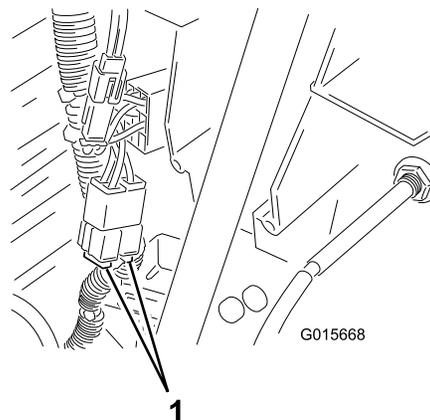

Bild 28
- Öffnen Sie die Motorhaube und ermitteln Sie die Sicherung unter dem Kraftstofftank (Bild 28).